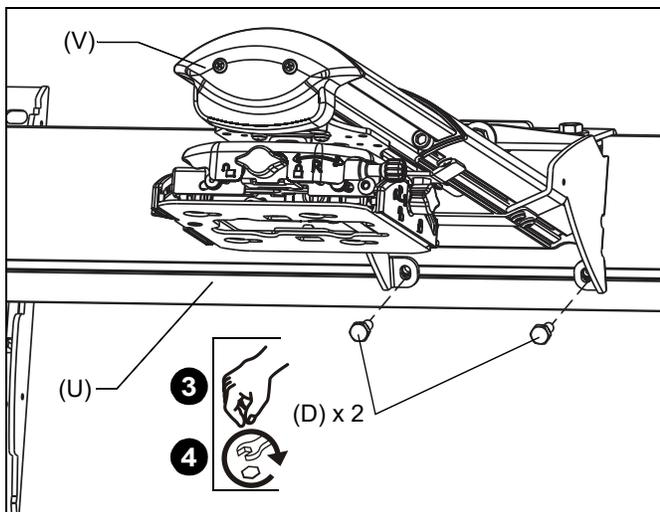

Figure 10
- Installez doucement deux boulons à tête hexagonale 1/4-20 x 5/8 po (D) dans les trous du bras élévateur du support de projecteur (V) puis dans les coulisseaux du support mural de projecteur (U). (Voir figure 10)